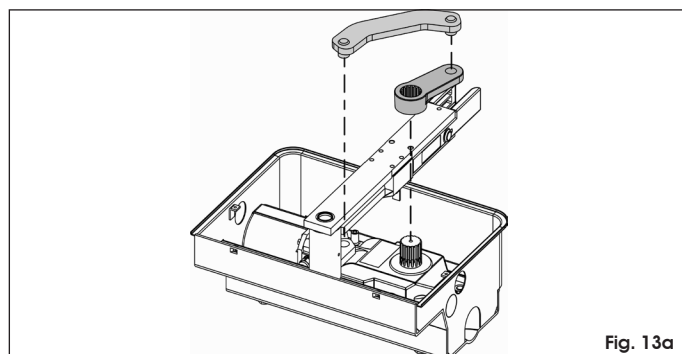

Fig. 13a
2. Colocar el actuador sobre los tornillos de fijación situados en la superficie de la caja de soporte, y fijarlo con las tuercas y arandelas que se incluyen en el suministro (fig. 13a e 13b).
3. Cerrar manualmente la cancela y montar las varillas de transmisión como se muestra en la Fig. 13a.